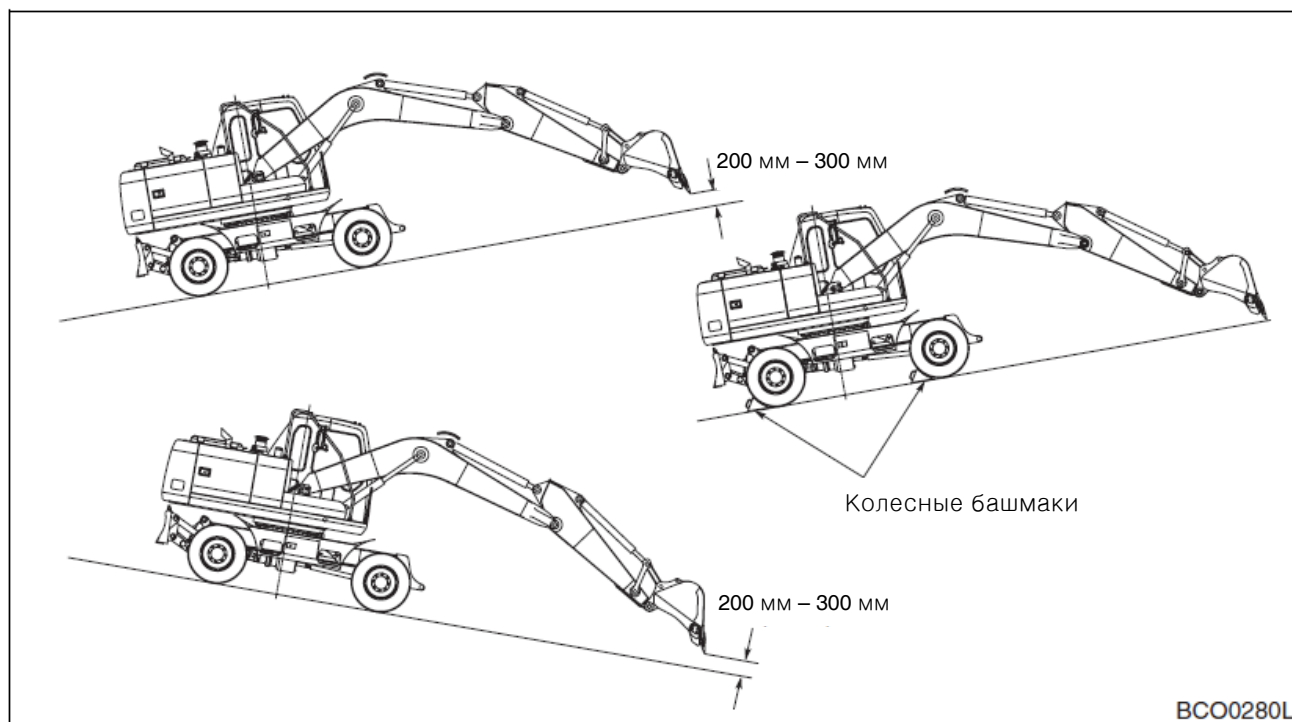

Рис. 34
5. При движении по склону следует полностью выдвинуть рукоять, и опустить стрелу, чтобы ковш был на высоте **20-30** см над грунтом. См. рис.34, стр. 3-18. Если машина заскользила, следует немедленно опустить ковш на грунт, чтобы восстановить управляемость. Если двигатель заглох, опустить ковш, убедиться, что все органы управления находятся в нейтральном положении (**NEUTRAL**) и снова запустить двигатель.
9. Если машина припаркована на склоне, установить колесные башмаки под колеса со стороны нижней части склона для фиксации положения машины. См. рис. 34 на стр.3-18. Колесные башмаки входят в комплектацию машины. Один хранится на нижней раме непосредственно под отсеком аккумуляторных батарей. Второй хранится на нижней раме непосредственно под кабиной. Когда верхняя конструкция направлена вперед машины.